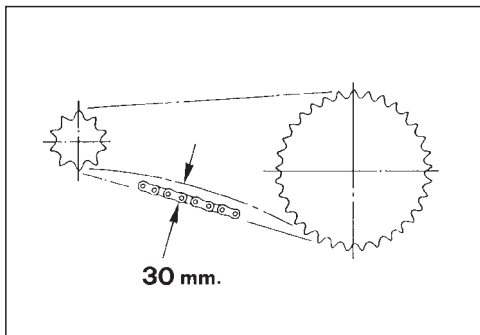

Fig. 22
CONTROLLO GIOCO CATENA (Fig. 22)
- ◆ Controllare che nella parte inferiore della catena l'oscillazione verticale, nel punto intermedio tra pignone e corona, sia di circa **30 mm** (Fig. 22).